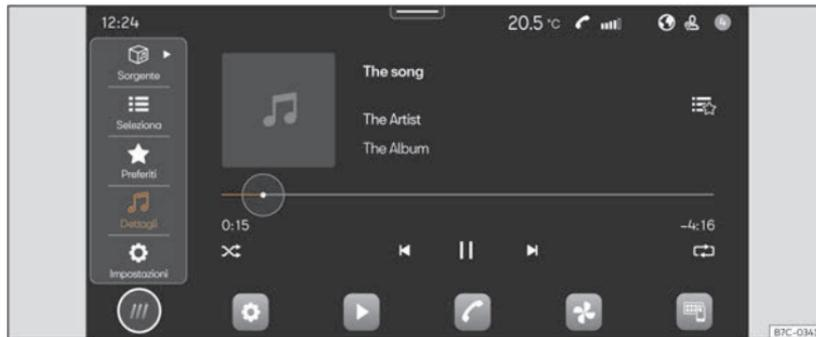

Fig. 157 Rappresentazione schematica: Visualizzazione multimediale.
- Premere **HOME** > ► >>> **fig. 157**.